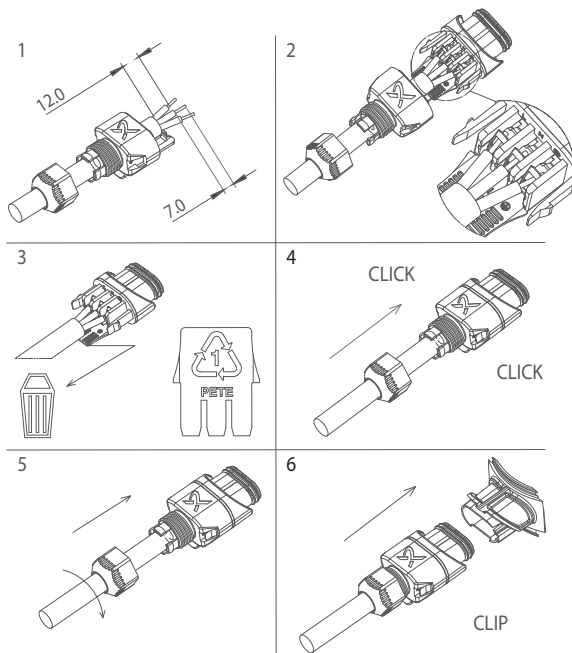

Abb. 10 Einstecken des Steckers
- Die Pumpe mithilfe des mitgelieferten Steckers an die Netzversorgung anschließen. Siehe Abb. 10, Schritte 1 bis 6.